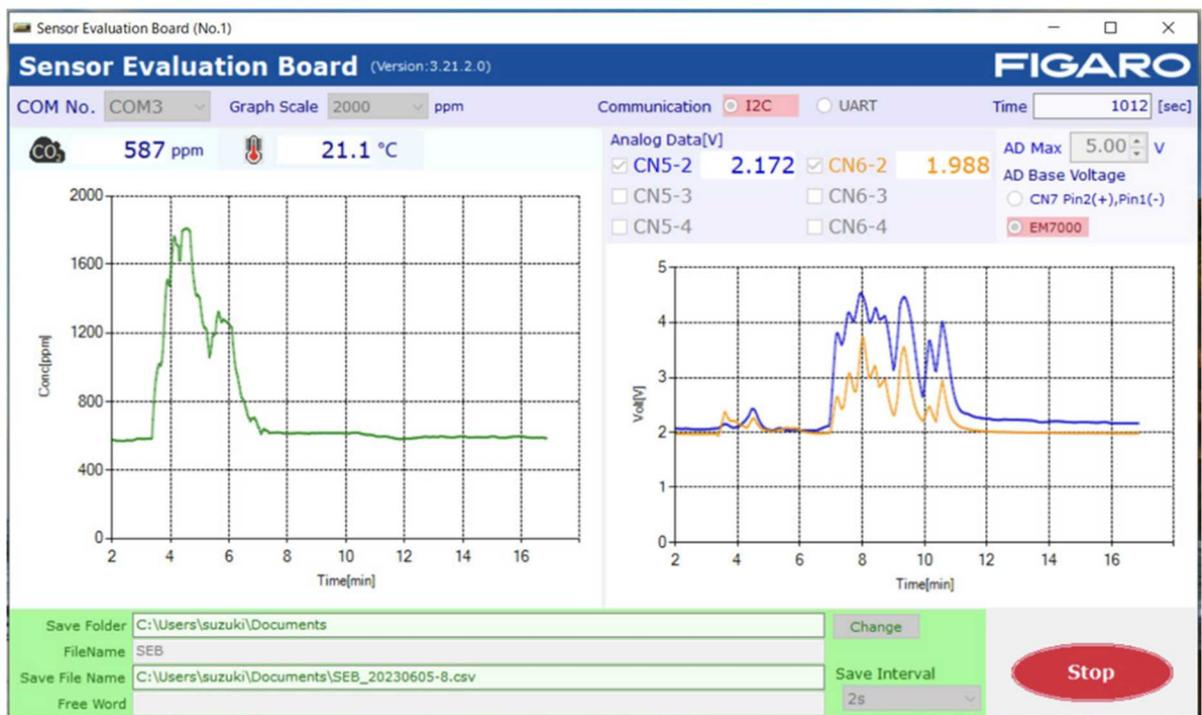

図9 測定データの表示例
⑫ 測定の開始
- ・ 測定周期は2秒周期で、画面上では最新の測定データから約16分前までの測定データが表示されます。(図9)